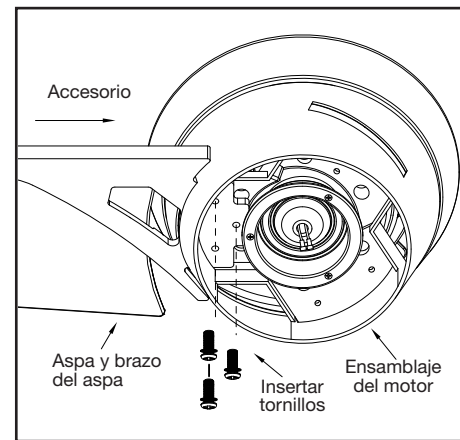

Figura 13
1. Fija el asa al ensamblaje del motor del ventilador, alinea los orificios para tornillos en el asa con los orificios para tornillos arriba y debajo del ensamblaje del motor y asegura el asa con los tornillos del brazo del asa. (Figura 13)